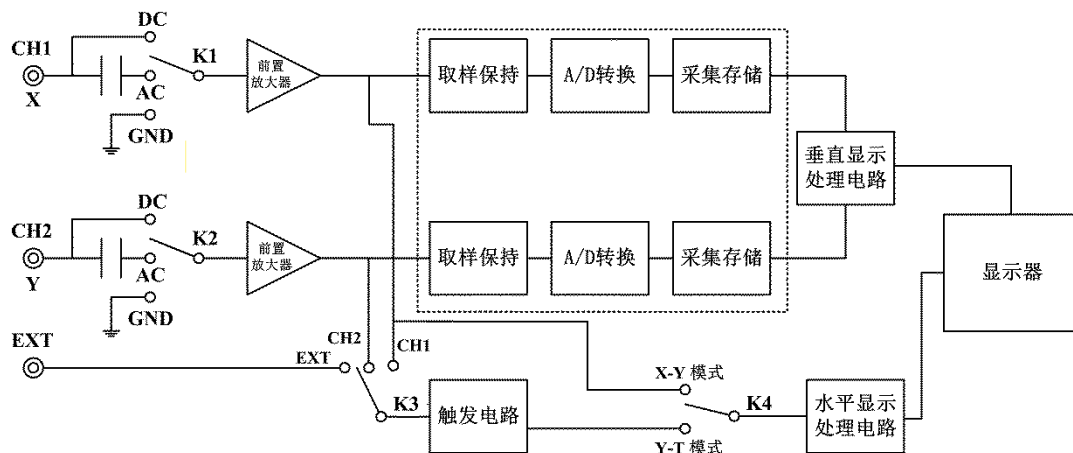

图 1 示波器原理框图
示波器实际上是一台电压信号的二维显示设备，任何种类的示波器，都主要由电源系统、信号检测和放大系统、扫描触发系统、波形显示系统等四部分组成。示波器的原理框图如图 1 所示，虚线框内的模块是数字示波器特有的功能模块，模拟示波器没有。不论哪种示波器，若设显示屏的水平方向为 x ，垂直方向为 y ，屏幕上光点的坐标是加在两个方向上的电压 U_x 和 U_y 的函数，这一函数通常为线性的，则光点的运动可用一个参数方程表示为
(1) **波形显示模式 (Y-T)**，对应图 1 中开关 K4 接“Y-T 模式”。该模式下在 x 轴施加的信号 $U_x(t)$ 为锯齿波，由于锯齿波的电压在一个周期内与时间 t 成正比，有 $x \propto U_x(t) \propto t$ ，相当于在显示屏上建立了一个以时间 t 为横坐标的线性坐标系。
当 y 方向电压为零，对应图 1 中的开关 K2 接地 (GND) 时， $U_y(t) = 0$ ，仅在水平方向上加周期电压 $U_x(t)$ ，则显示光点沿水平方向作往返运动，这种过程称为扫描，相应地 $U_x(t)$ 称为扫描电压。当扫描电压频率 f 较高时，将显示为一条连续的直线，称为扫描线。当 y 方向加周期电压 $U_y(t)$ ，有 $y \propto U_y(t)$ ，如图 3 (a) 所示， y 轴输入信号的波形就可以在屏幕上显示出来。
(2) **李萨如图形显示模式 (X-Y)**，对应图 1 中的开关 K4 接“X-Y 模式”。该模式下在 x 轴施加与 CH1 通道的输入信号成比例的电压，故屏幕显示的波形是 CH1 通道和 CH2 通道输入信号的合成图形，称为李萨如图形。该模式下， K_x 称为 x 轴的电压灵敏度， K_y 称为 y 轴的电压灵敏度。